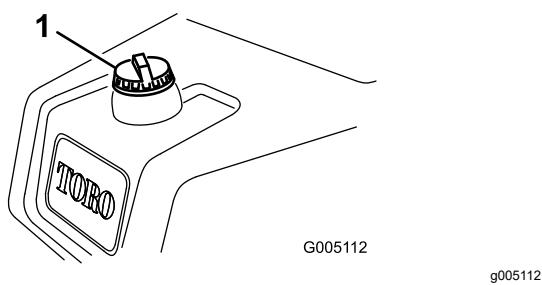

Figure 22
1. Nettoyez la surface autour du bouchon du réservoir de carburant et enlevez le bouchon (Figure 22).